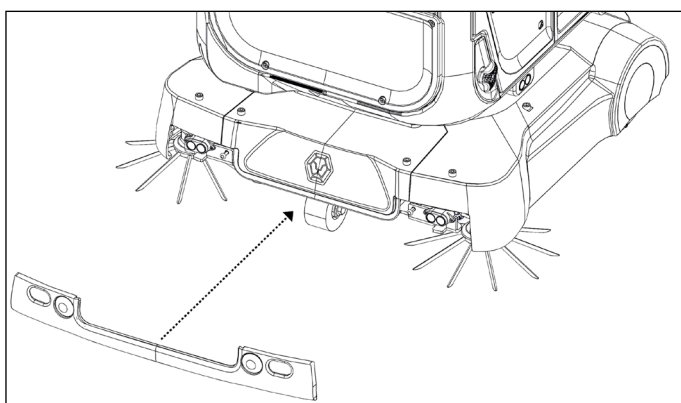

Abbildung 79
5. Bringen Sie die Abdeckung wieder an, indem Sie die Abdeckung fest nach hinten drücken, so dass die beiden Metallstangen in die Knöpfe einrasten (**Abb. 79**).